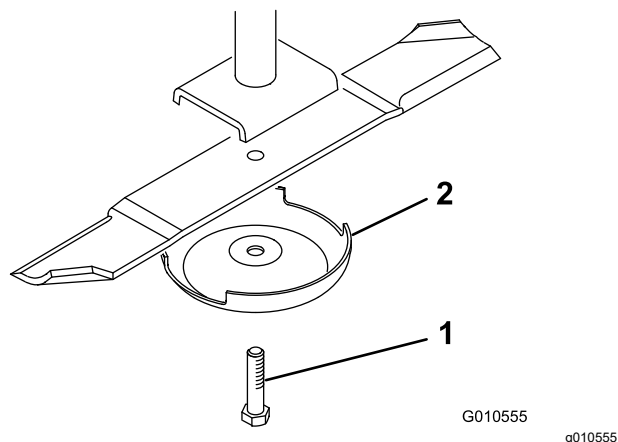

Figura 28
2. Sujete el extremo de la cuchilla usando un paño o un guante grueso. Retire del eje de la cuchilla el perno de la cuchilla, el protector de césped y la cuchilla (Figura 28).